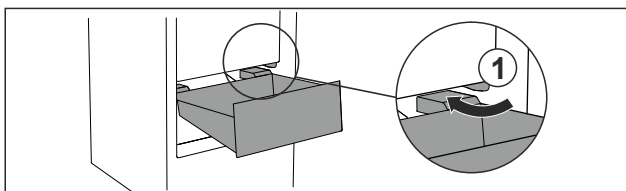

Fig. 94
- ▶ Umetnite ladicu koso oko zaustavljača Fig. 94 (1).